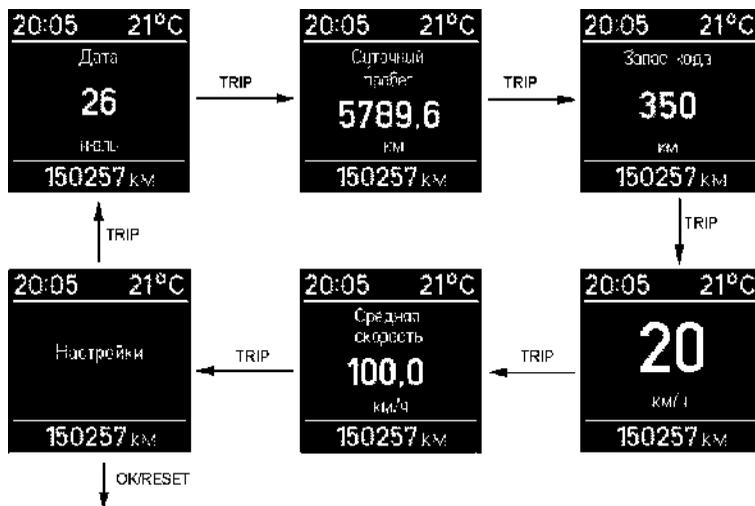

Рис. 3.6. Алгоритм управления индикацией на ЖК-дисплее
**Выбор функций бортового компьютера** (рис. 3.6):